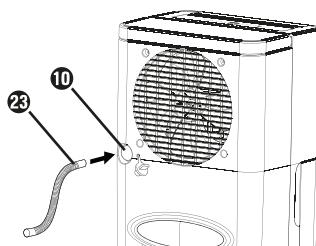

Fig. 4
- ◆ Fjern lukkepropstenen ⑨ fra vandudløbsåbningen ⑩.
- ◆ Sæt enten den medfølgende slange ②3 eller EU-haveslangeadapteren ②4 på vandudløbsåbningen ⑩ (se fig. 4 og 5).